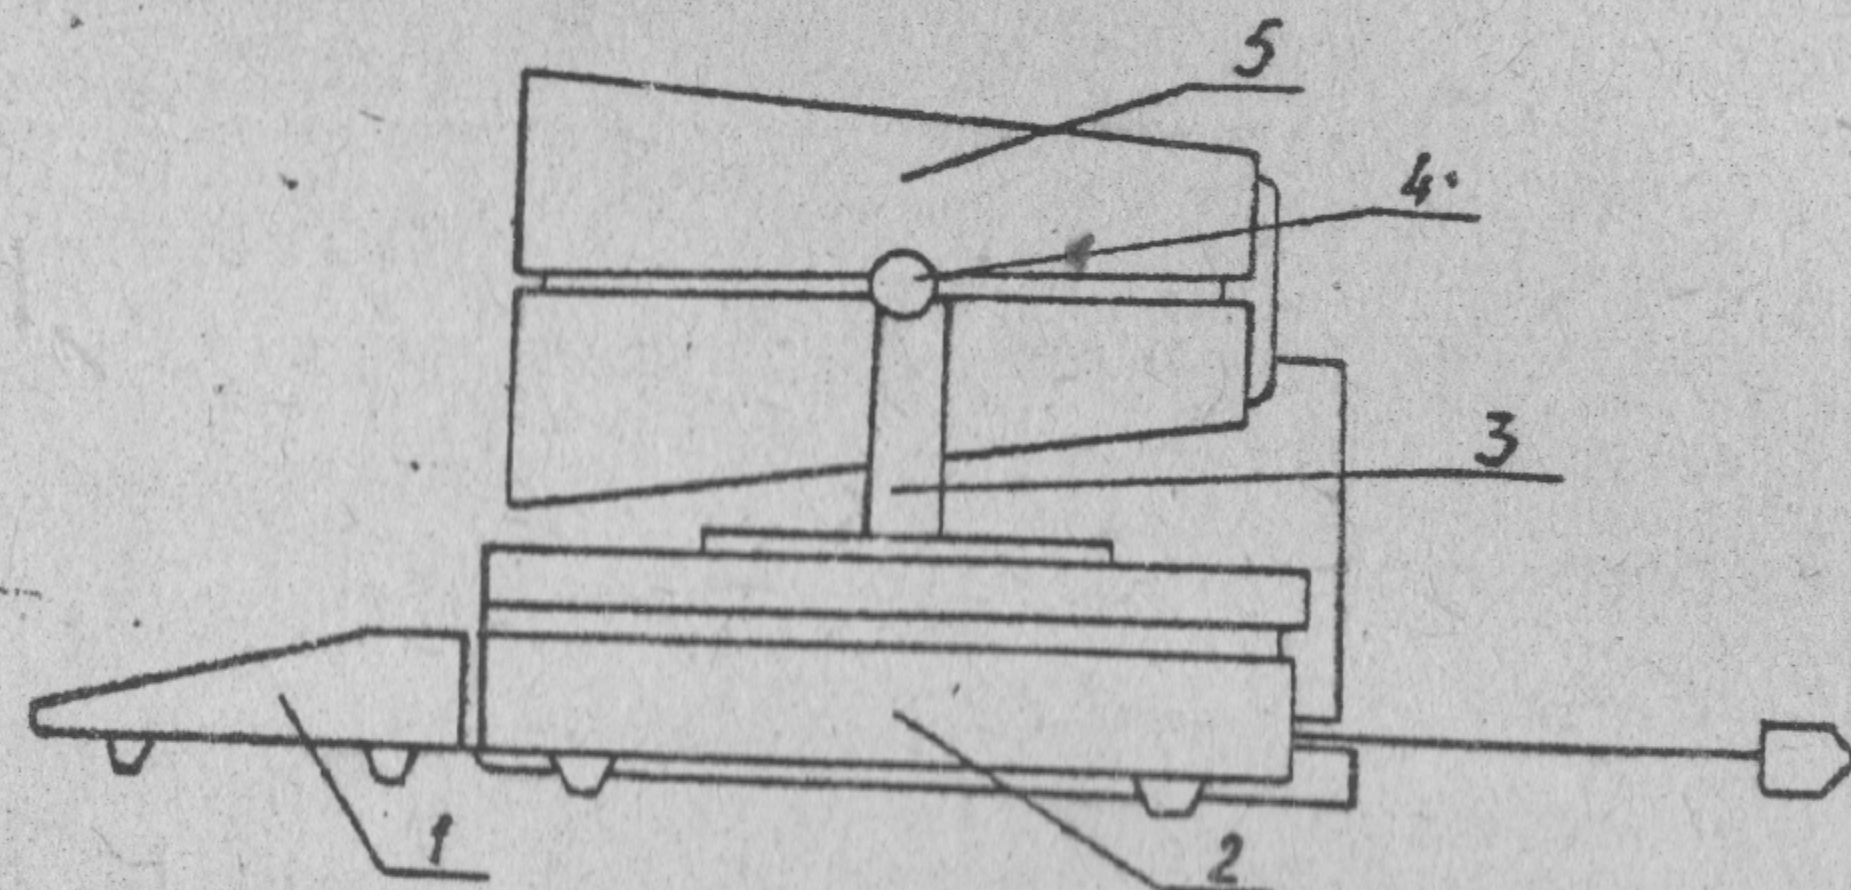

Рис.1. Общий вид дисплея.
3.1. Установите дисплей в помещении с нормальными климатическими условиями на столе, имеющем свободную площадь не менее $0,4 \text{ м}^2$, согласно рис.1.